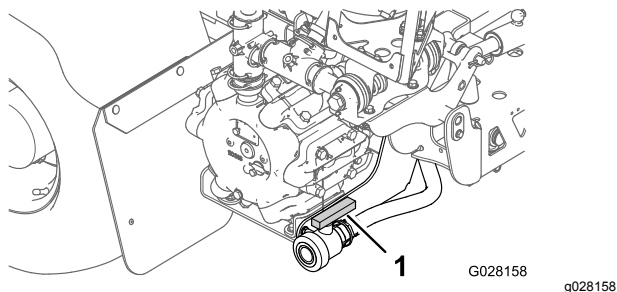

Figure 35
2. Trouvez l'emplacement du robinet de vidange de la cuve à l'arrière de la machine (Figure 35).